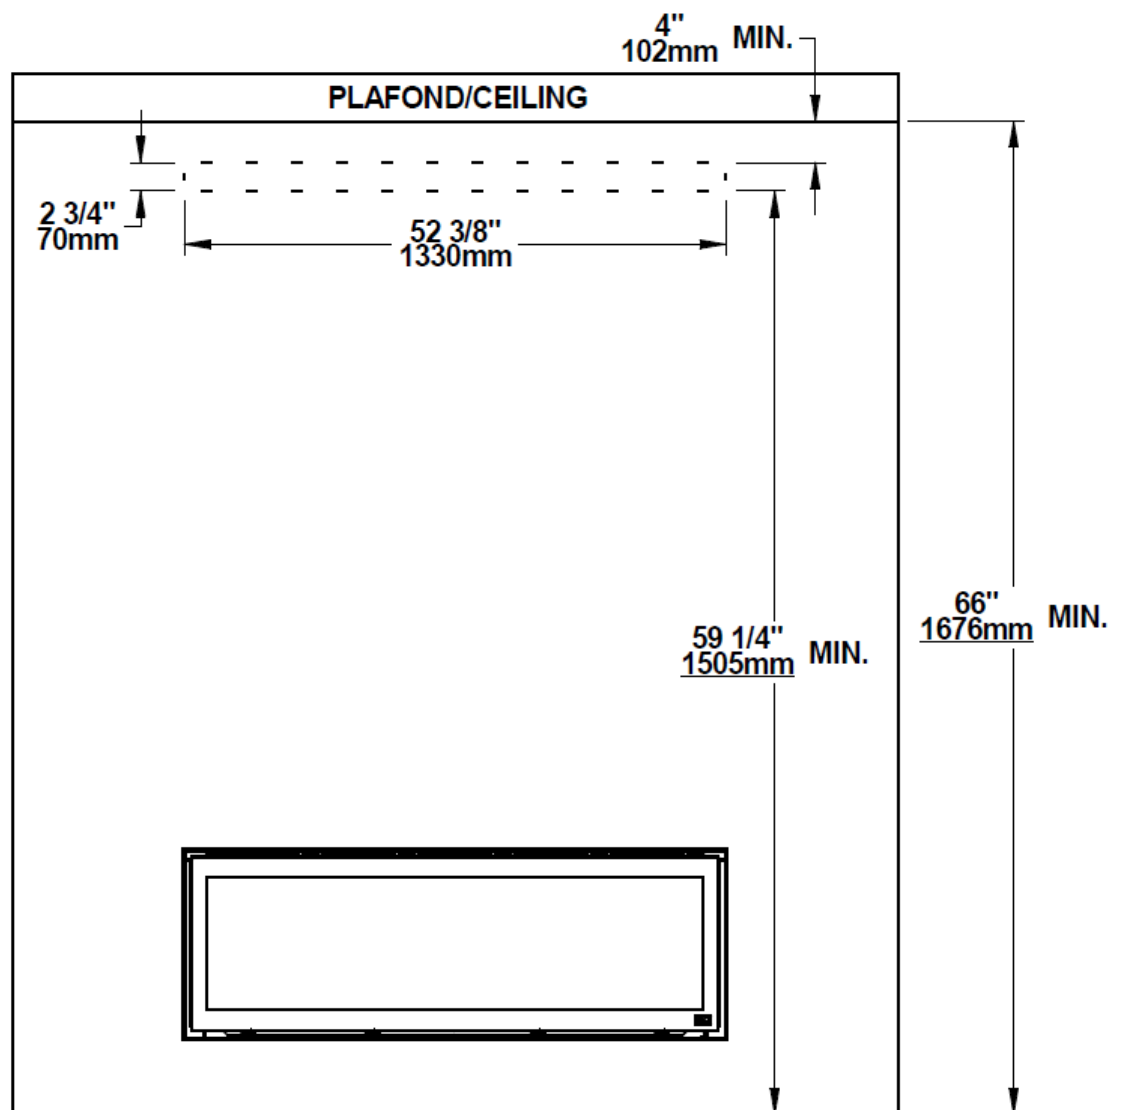

Figure 1 : Emplacement de la grille d'aération pour réduction de la hauteur de plafond
Déterminer l'emplacement de la grille d'aération (**A**) au-dessus du foyer selon la Figure 1. L'ensemble du châssis et de l'enceinte avant du foyer doivent être fait de matériau non-combustible.
1. Construire un châssis **non combustible** selon les dimensions montrées sur la Figure 1.